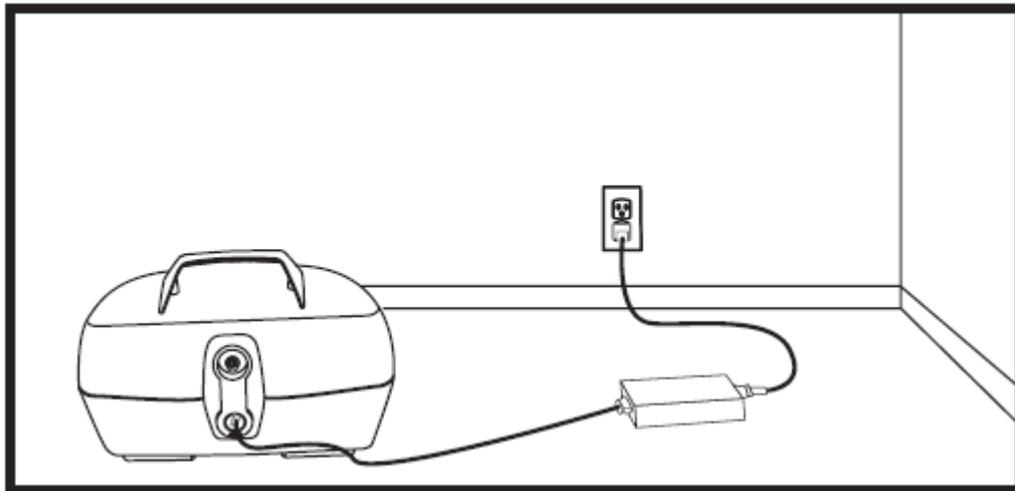

Figura 18. Cargando las baterías (con el paquete de la batería fuera)
1. Coloque su scooter o paquete de la batería cerca de una toma estándar de energía. (Ver figura 18).